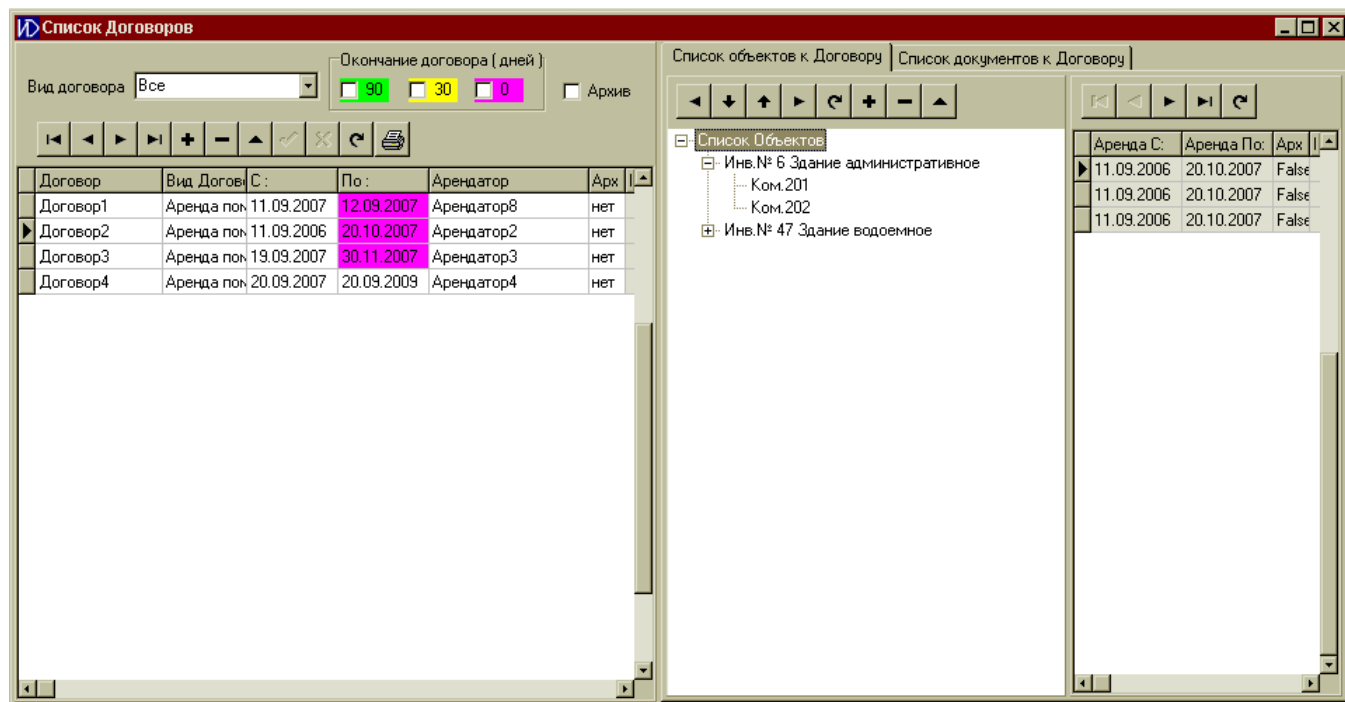
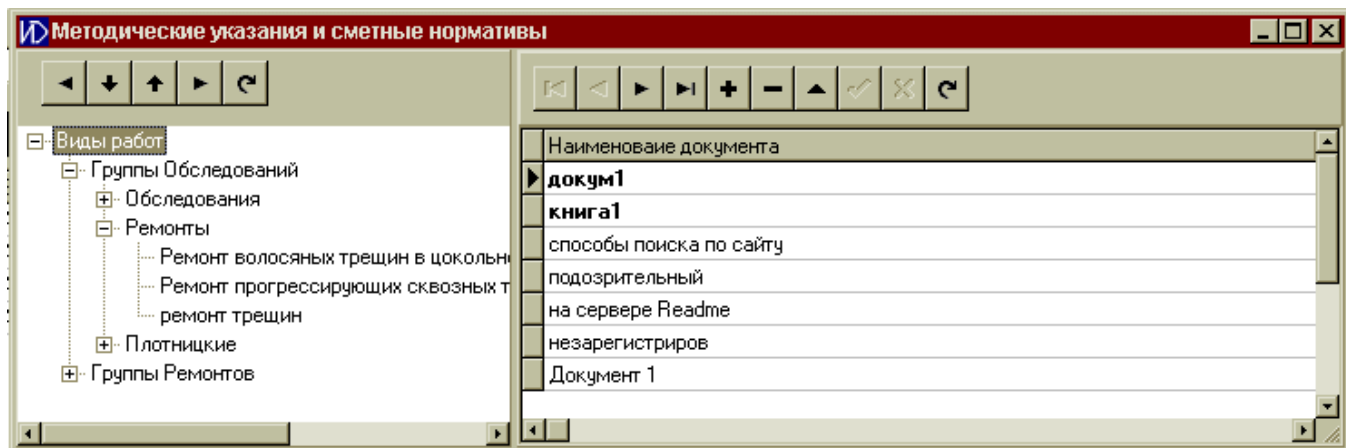
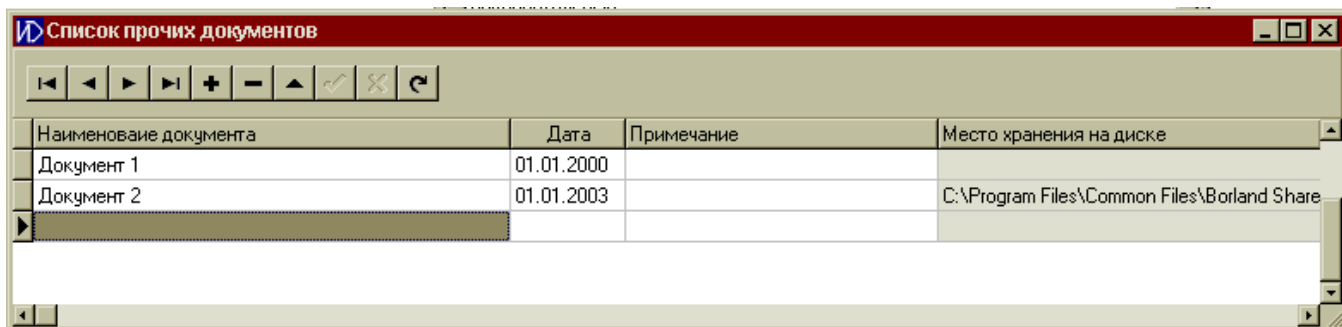

Рис. 4.10.1.
Рис.4.10.2.
Рис.4.10.3
4.10. Раздел документы - предназначен для работы с различными документами, как в электронном, так и в бумажном виде, и состоит из трех подразделов, каждый из которых имеет собственное окно: «Список договоров» (Рис.4.10.1.), «Методические указания и сметные нормативы» (Рис.4.10.2.), «Прочие документы» (Рис.4.10.3.), назначение которых ясно из названия.
Окно «Список договоров» (Рис.4.10.1.) вызывается через соответствующий пункт пользовательского меню окна «АРМ – ремонтно-эксплуатационной службы» (Рис. 4.1.1).
Окно «Методические указания и сметные нормативы» (Рис.4.10.2.) вызывается через соответствующий пункт пользовательского меню окна «АРМ – ремонтно-эксплуатационной службы» (Рис. 4.1.1).
Окно «**Прочие документы**» (Рис.4.10.3) вызывается через соответствующий пункт пользовательского меню окна «АРМ – ремонтно-эксплуатационной службы» (Рис. 4.1.1). В данное окно заносятся документы которые не входят в разряд нормативных и сметных.